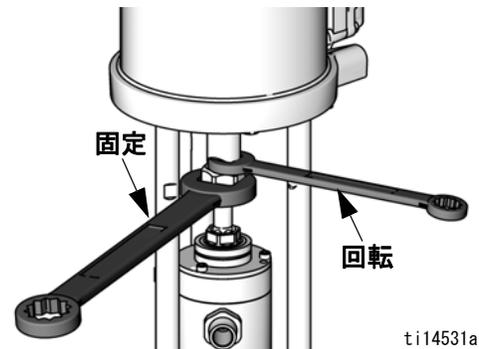

図 7. カップリングナットを緩める。
3. レンチを使用してカップリングナット (7) を固定します。別のレンチを使用してモーターシャフトを回します。ベローズのトップキャップと D 型シールの破損を避けるために、**カップリングナットは回さないでください**。図. 7 を参照のこと。